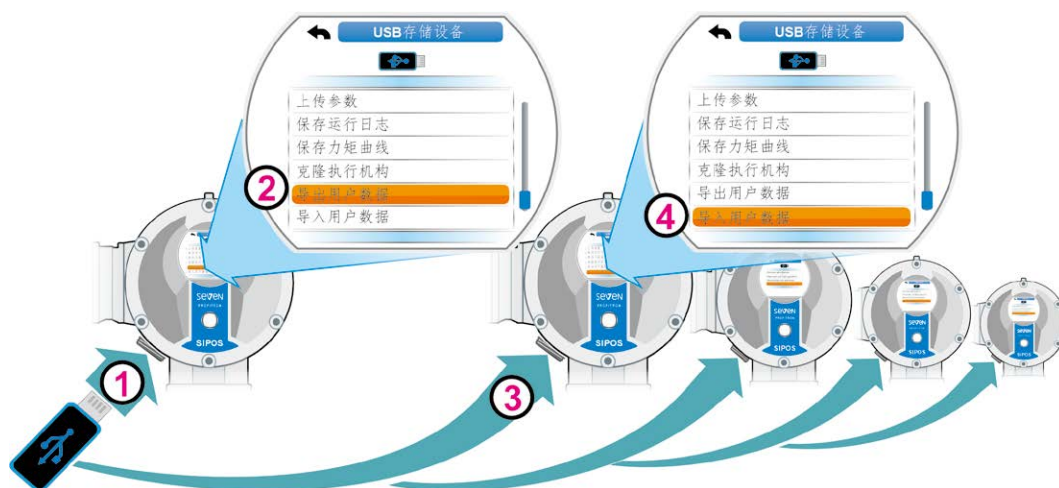

图1：导出/导入用户数据
1. 将U盘插入到“原”执行机构的控制单元上（如图1中1所示）。显示屏中将会弹出对话框“USB存储设备”。